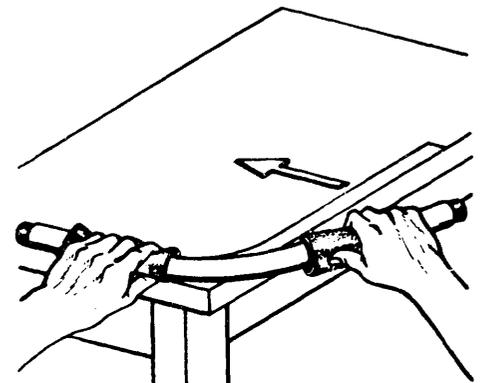

Fig. 8
2) Mantenga el tubo con la parte aplastada contra el banco (fig. 8).